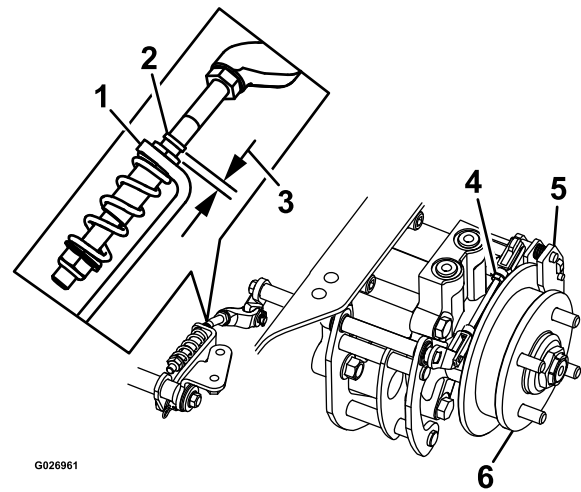

Figure 81
8. Vérifiez si un espace est visible entre le support en L et la butée de tringlerie (Figure 81).